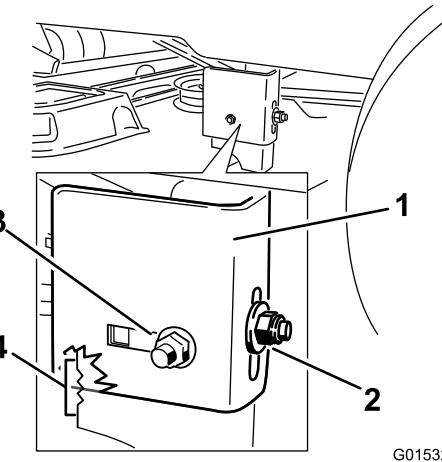
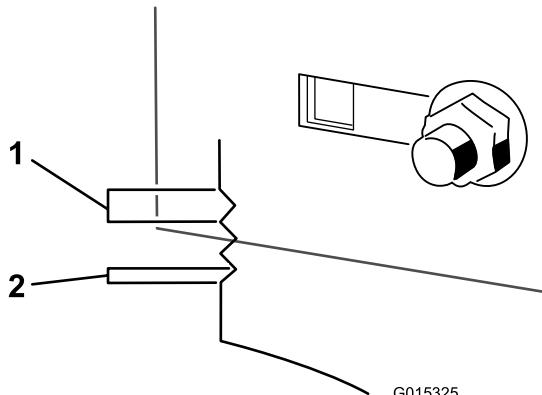

Figure 54
Figure 55
9. Desserrez l'écrou de blocage arrière sur le support (Figure 54).
10. Desserrez l'écrou de blocage latéral sur le support jusqu'à ce qu'il soit possible d'ajuster le support (Figure 54). Utilisez les fentes du support soudé pour mesurer le réglage requis. La surface de chaque fente équivaut à 6 mm (0,25 po), et un côté équivaut à 3 mm (0,125 po) (Figure 55). Réglez le tablier de coupe à la hauteur voulue.
11. Arrêtez le tablier de coupe et vérifiez sa hauteur, puis serrez l'écrou de blocage latéral sur le support pour fixer cette nouvelle position (Figure 54). Serrez l'écrou de blocage arrière sur le support.